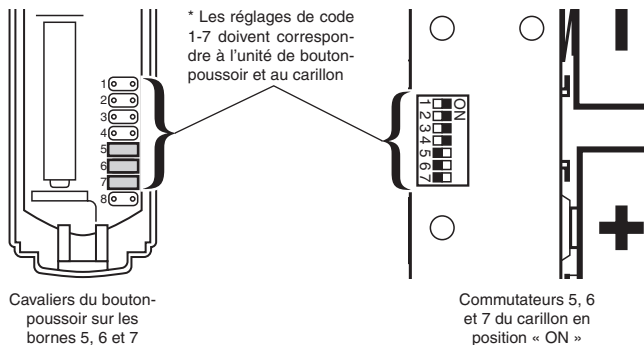

Figure 9 - Intérieur du bouton-poussoir et du carillon
- Assurez-vous que les codes de l'unité de bouton-poussoir et du carillon sont identiques (voir Figure 9).
1. Ouvrez le boîtier du bouton-poussoir et du carillon, puis localisez les cavaliers dans le bouton-poussoir et les commutateurs dans le carillon (voir Figure 9).
Remarque : À l'usine, les cavaliers sont installés aux positions 5, 6 et 7 dans le bouton-poussoir tandis que les commutateurs 5, 6 et 7 sont placés en position « ON » dans le carillon (voir Figure 9).